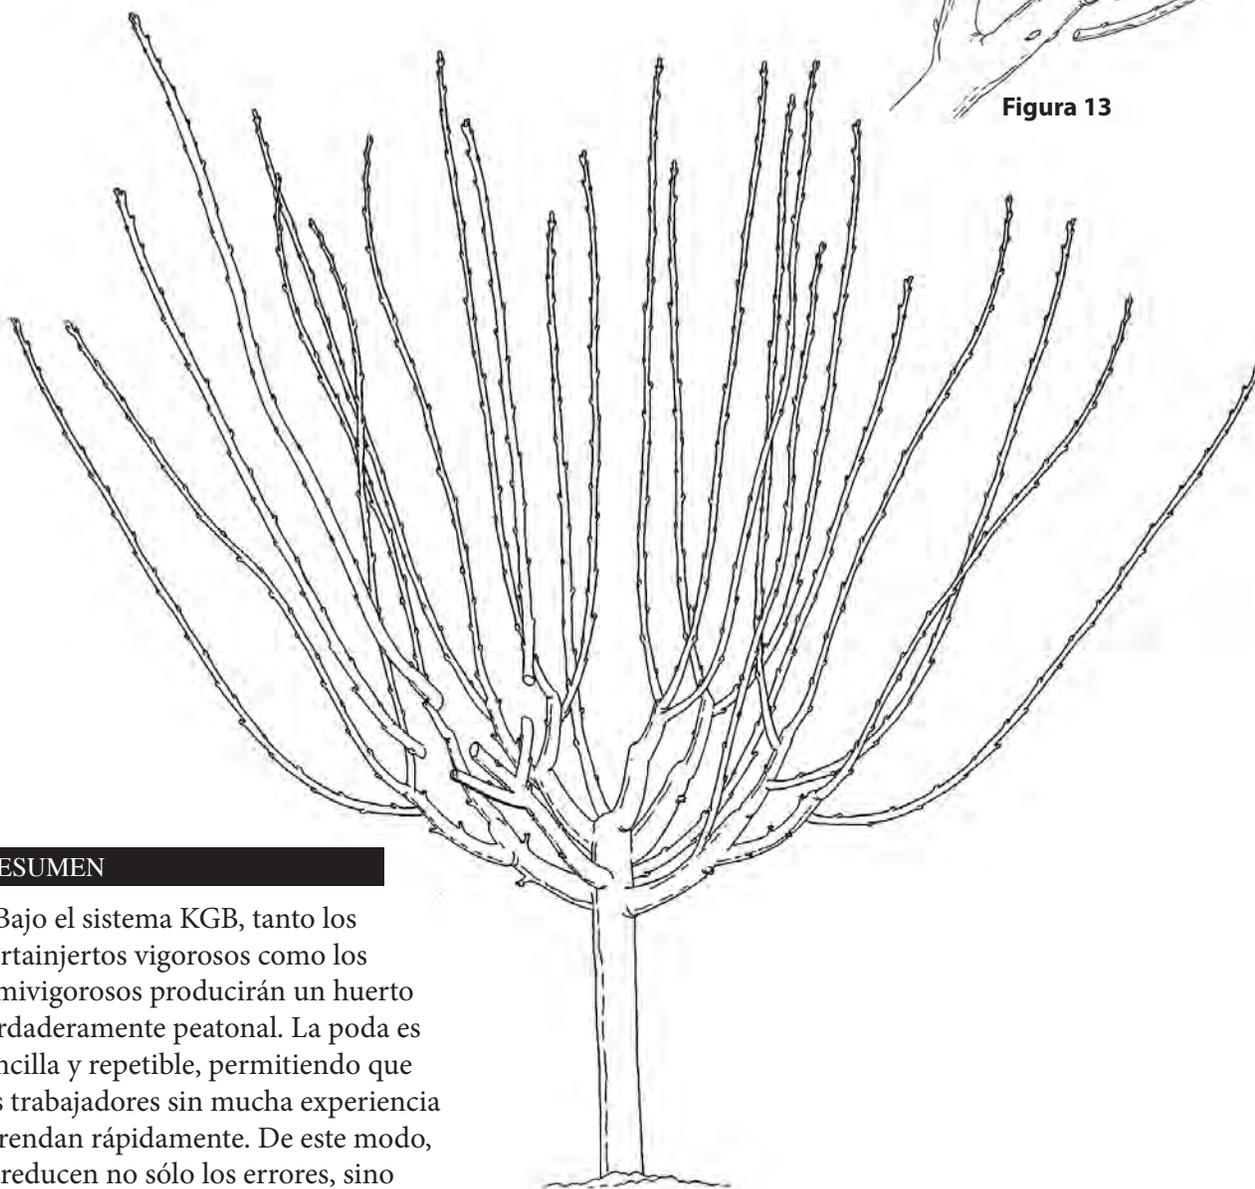

Figura 12
- Renueve todos los ejes asociados con una bifurcación basal (Figura 12). Si se deja uno de estos ejes sin cortar, éste tomará la dominancia, y el recrecimiento del eje cortado será débil.